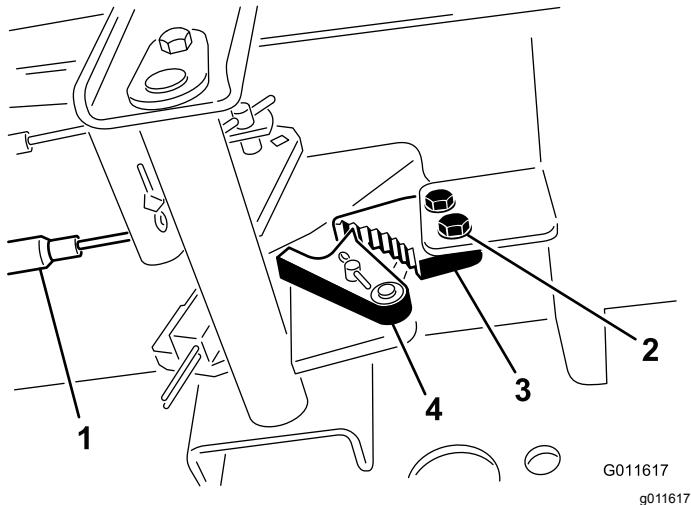

図 88
1. 駐車ブレーキのツメをフレームに固定しているねじ2本をゆるめる図88。
2. ブレーキのツメが戻り止めに完全に掛かるまで駐車ブレーキペダルを前に踏み込む図88。